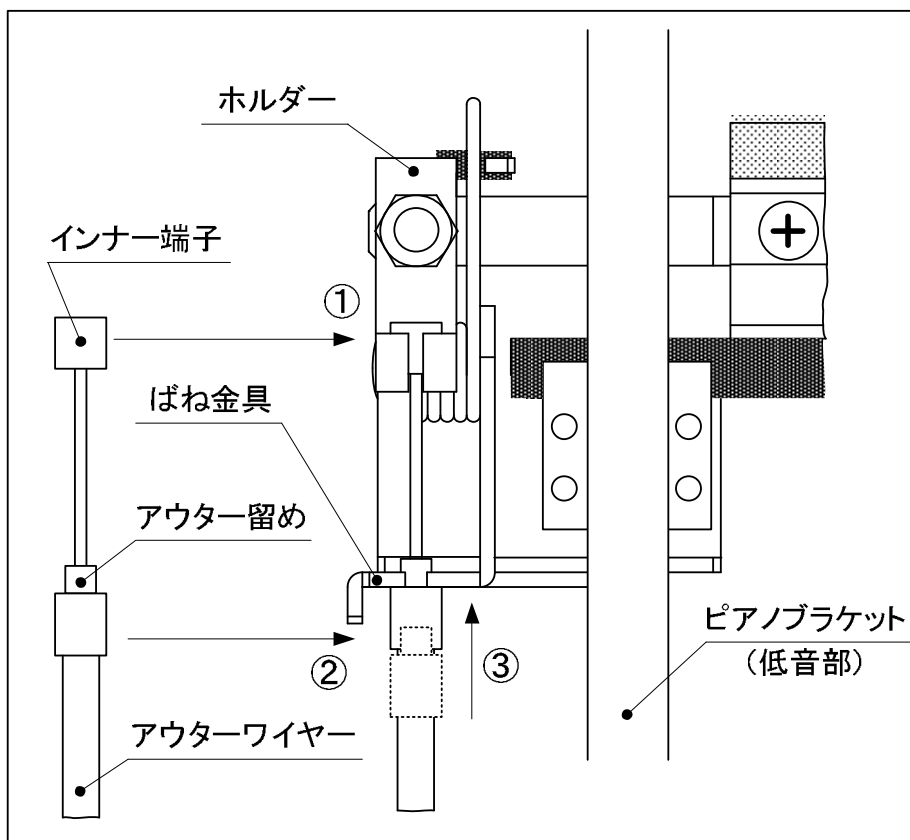

図 3.5-3 ワイヤーの掛け方
(3) 図 3.5-3 の手順でワイヤーを金具へ掛ける。
- ① インナー端子をホルダーへ掛ける。
- ② アウター留めを引っ張りながら、ばね金具の溝にワイヤーを通す。
- ③ アウター留めをばね金具の下側からはめ込む。